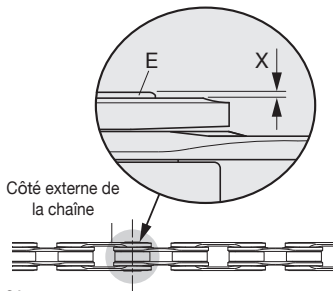

Fig.21
- Le fait que le rivet (E) dépasse légèrement (X) (vers le côté externe de la chaîne) du maillon (**Fig. 21**) est tout à fait normal et ne gêne pas le glissement normal de la chaîne.